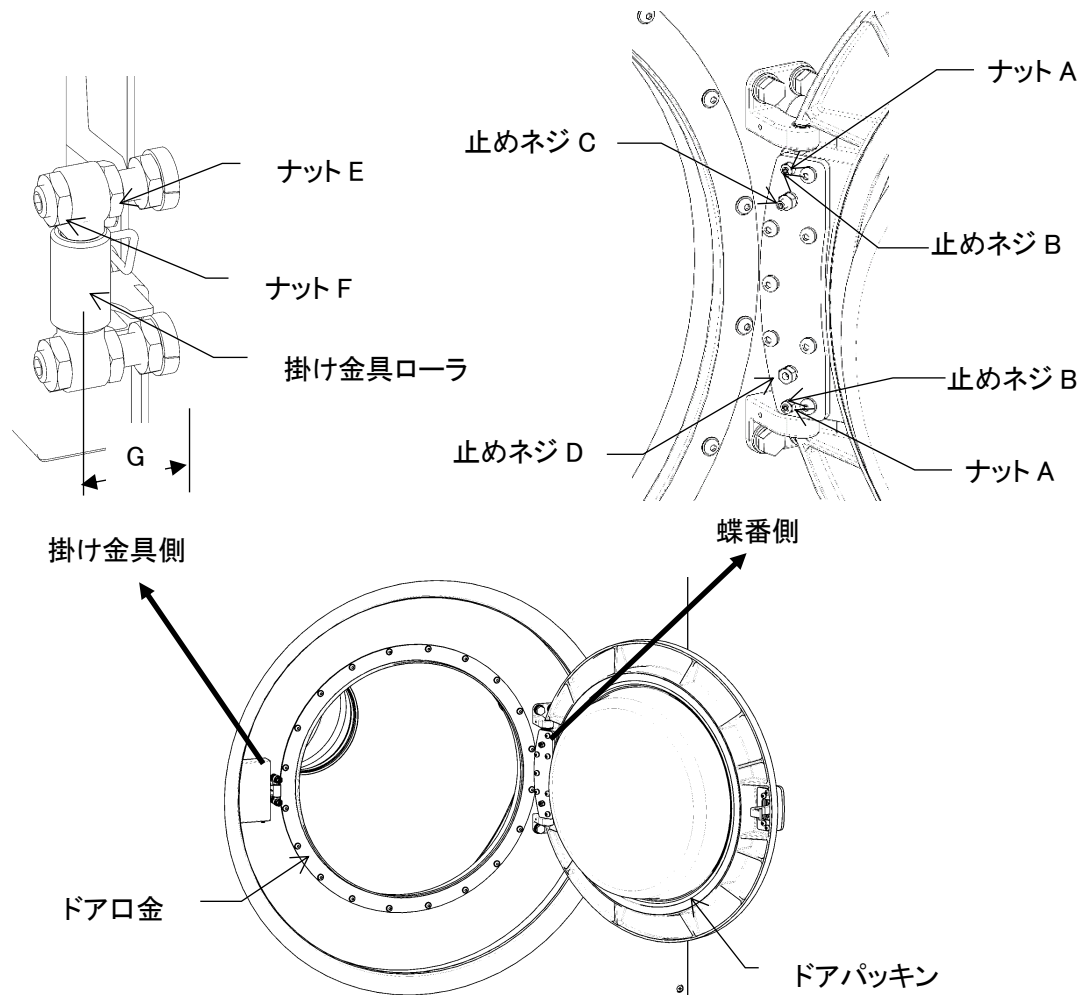
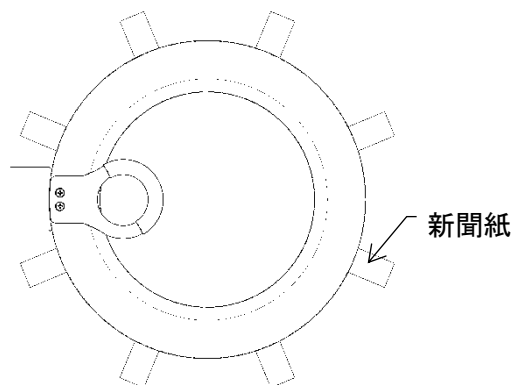

図 11-19
図 11-20
11-3-12.ドア部 (図 11-19, 図 11-20)
- ・その紙を(図 11-20)の様にドアパッキンとドア口金の間に挟み、ドアを閉めます。この時、水分は十分拭取られ、しばらくドアを開放し乾燥されていなくてはなりません。